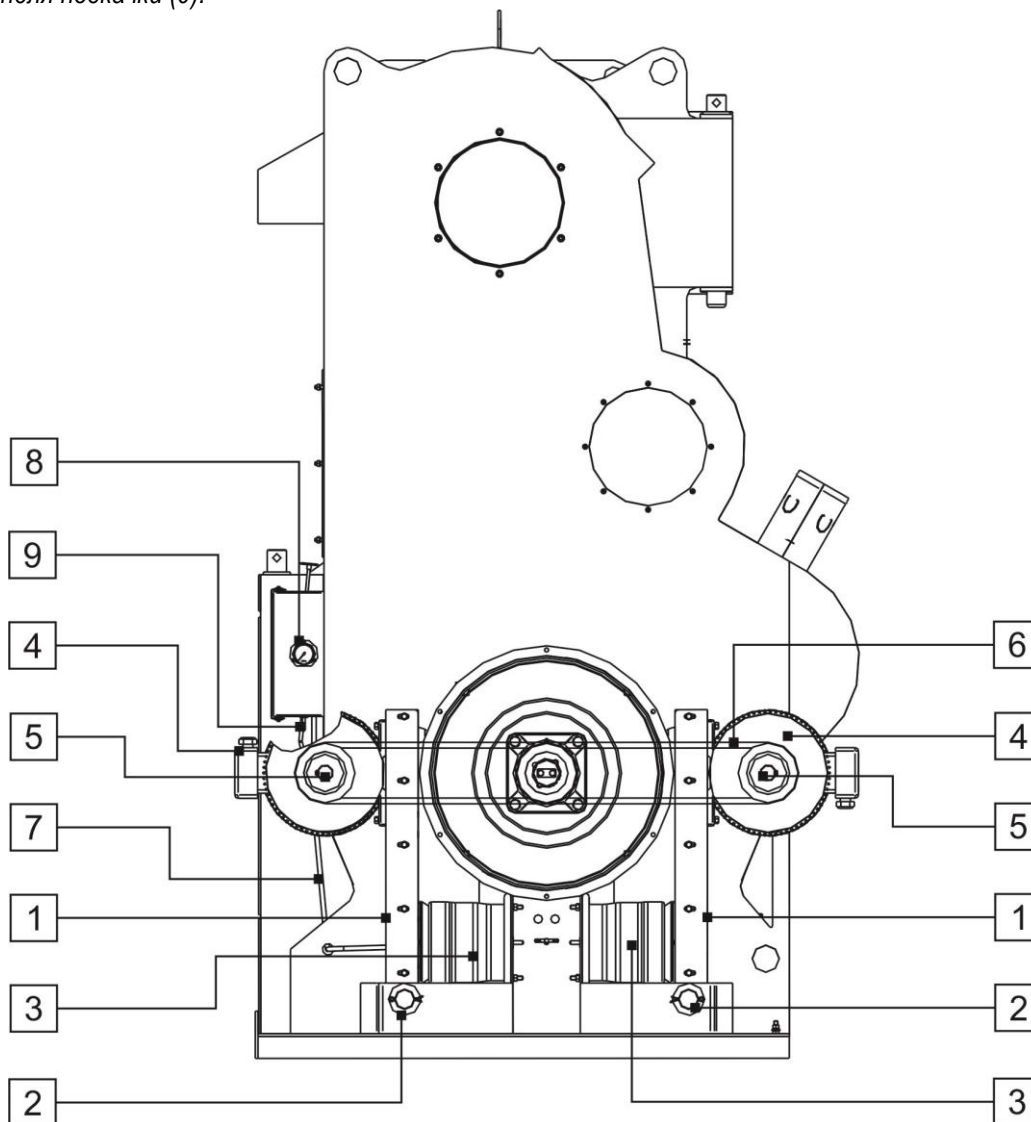

Рис. 5
Адаптивная система натяжения ремней главного привода (АСНР) (Рис. 5) состоит из: двигательных площадок (1), установленных на оси (2), пневмоамортизаторов (3), электродвигателей (4) с ведущими шкивами (5), ремней клиноременной передачи (6), воздушных шлангов (7), манометра (8) контроля давления воздуха в системе АСНР, ниппеля подкачки (9).